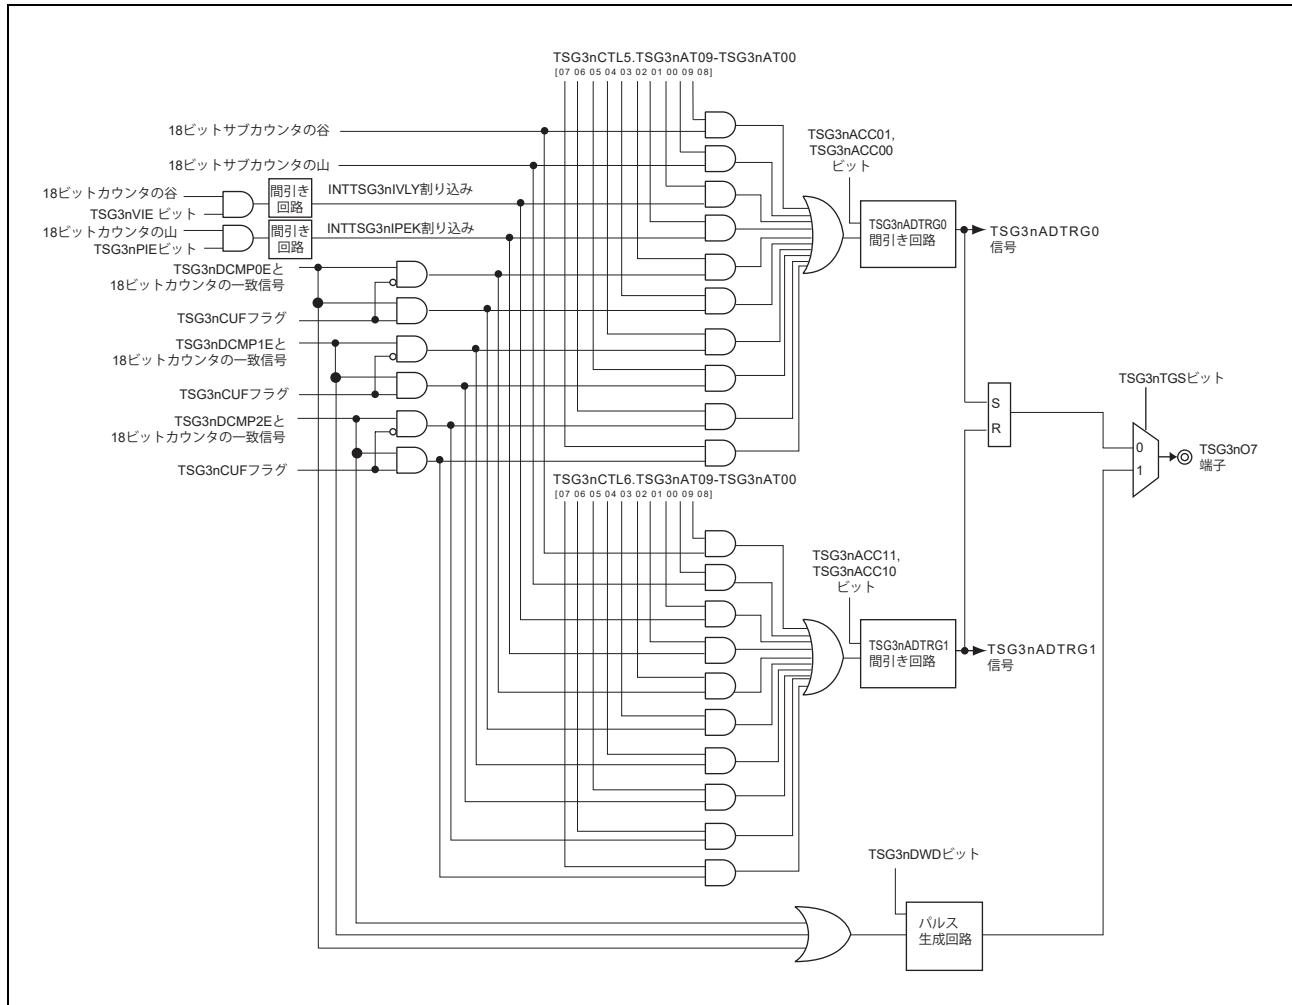

図 25.40 A/D 変換トリガ、ダイアグ出力制御回路
図 25.40 のように、TSG3nDCMP0E-TSG3nDCMP2E と 18 ビットカウンタのコンペア一致と山割り込み (INTTSG3nIPEK)、谷割り込み (INTTSG3nIVLY) の割り込み信号、18 ビットサブカウンタの山タイミング、18 ビットサブカウンタの谷タイミングを選択し、論理和 (OR) をとった信号を生成することができます。